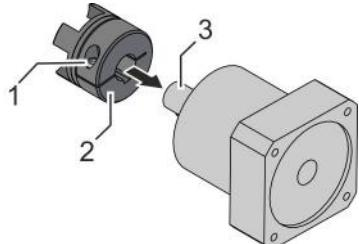

Fig. 18: Montar el buje de sujeción
4. ➤ Deslice el buje de sujeción (Fig. 18/2) del acoplamiento sobre el eje de motor (Fig. 18/3) del motor.
5. ➤ Apriete el tornillo (Fig. 18/1) en el buje de sujeción: